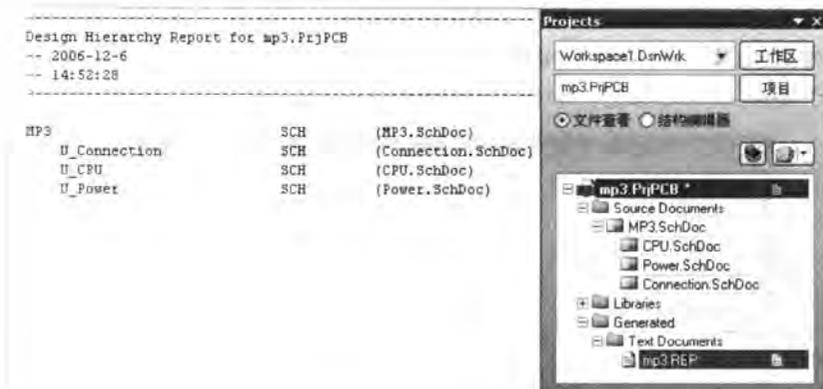

图 4-69 生成层次设计表
- [4] 双击该文件，则系统转换到文本编辑器，可以对该层次设计表进行查看，如图4-69所示。